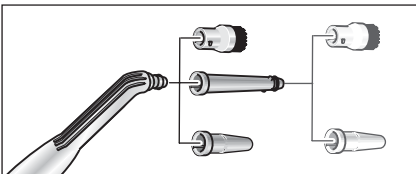

Рис. 6: насадки для сопла точкового струменя
- Для підвищення ефективності процесу очищення при роботі з соплом точкового струменя (D1) його можна використовувати з подовжувачем (D2), круглою щіткою (D3) або силовим соплом (D4) (див. рис. 6). Для цього зафіксуйте обидві в'язки насадки на виступах сопла точкового струменя. Поверніть насадку за годинникову стрілкою до упору.